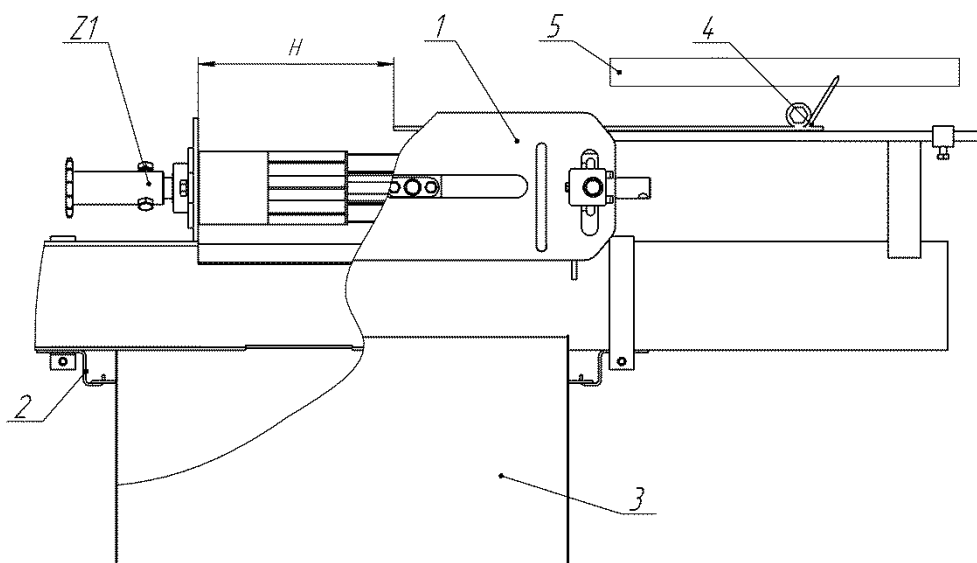

Рис.6 Подготовка к настройке нормы высева
4.7.Открыть шиберные задвижки поз.4 рис.6 выгрузных окон отсеков бункера на размер Н=280-300 мм.
4.8.На внутренние концы валов высевающих аппаратов установить звездочки Z1 рис.6.